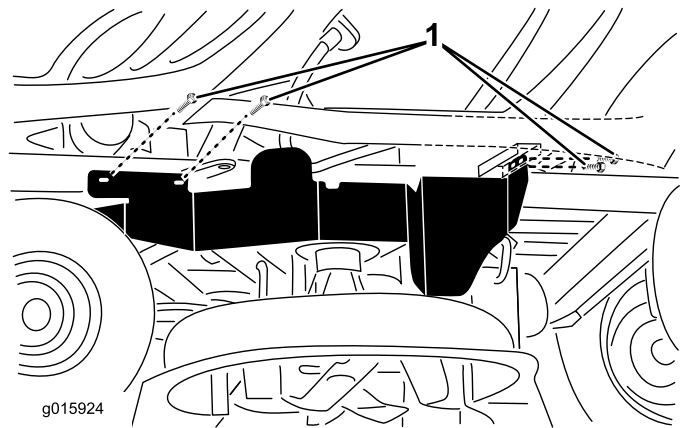
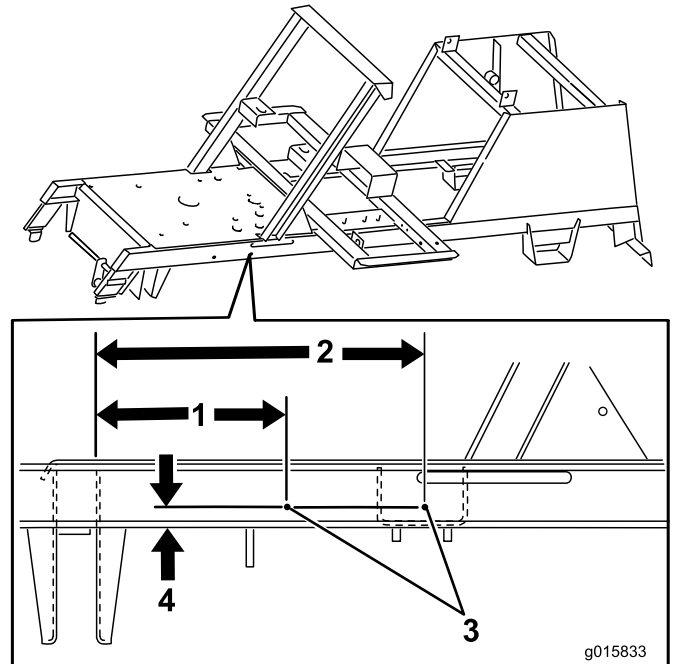
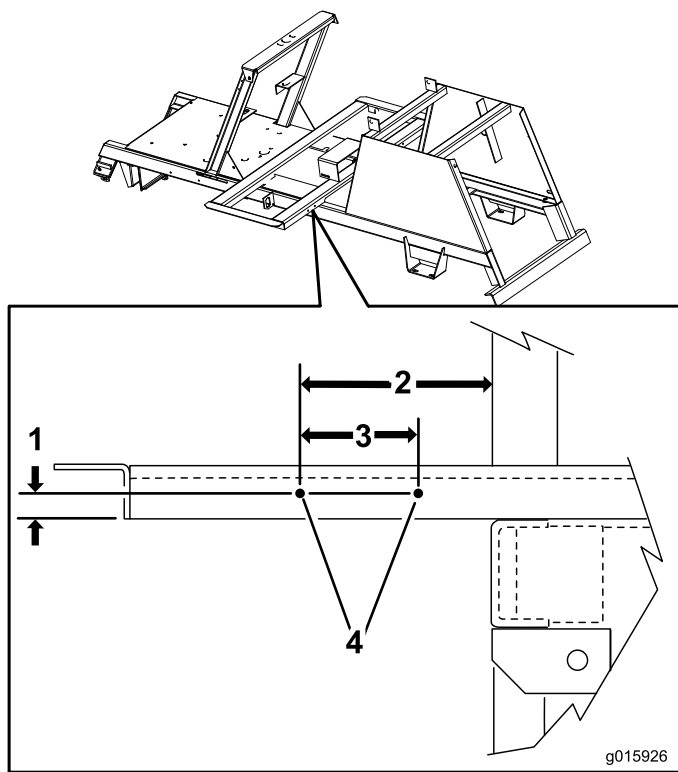

Figure 1
Figure 2
Figure 3
2. Percez 4 trous de 3,4 mm de diamètre aux emplacements indiqués à la Figure 1, la Figure 2 et la Figure 3. Posez le protège-courroie gauche avec les fixations indiquées à la Figure 1.